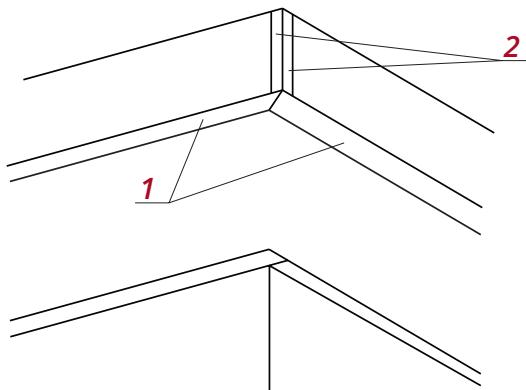

Рис. 12
■ На торцах лобовой доски, например, на переходе от карниза к фронтону, для обрамления J-фаски **1** можно использовать Финишную планку **2** или сделать загиб края, чтобы скрыть кромку (рис. 12).